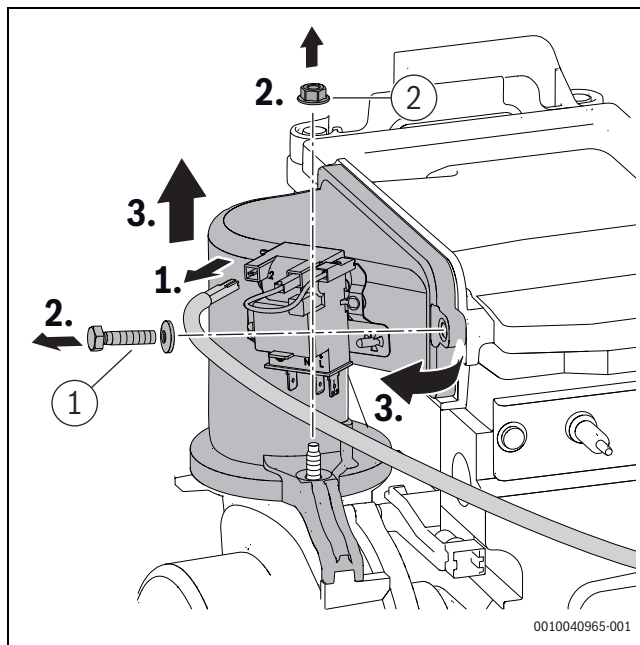

Fig. 212 Démontez le dispositif de mélange
- Serrer les vis et l'écrou ([1] et [2], fig. 212) du dispositif de mélange à 5,5+0,5 Nm.